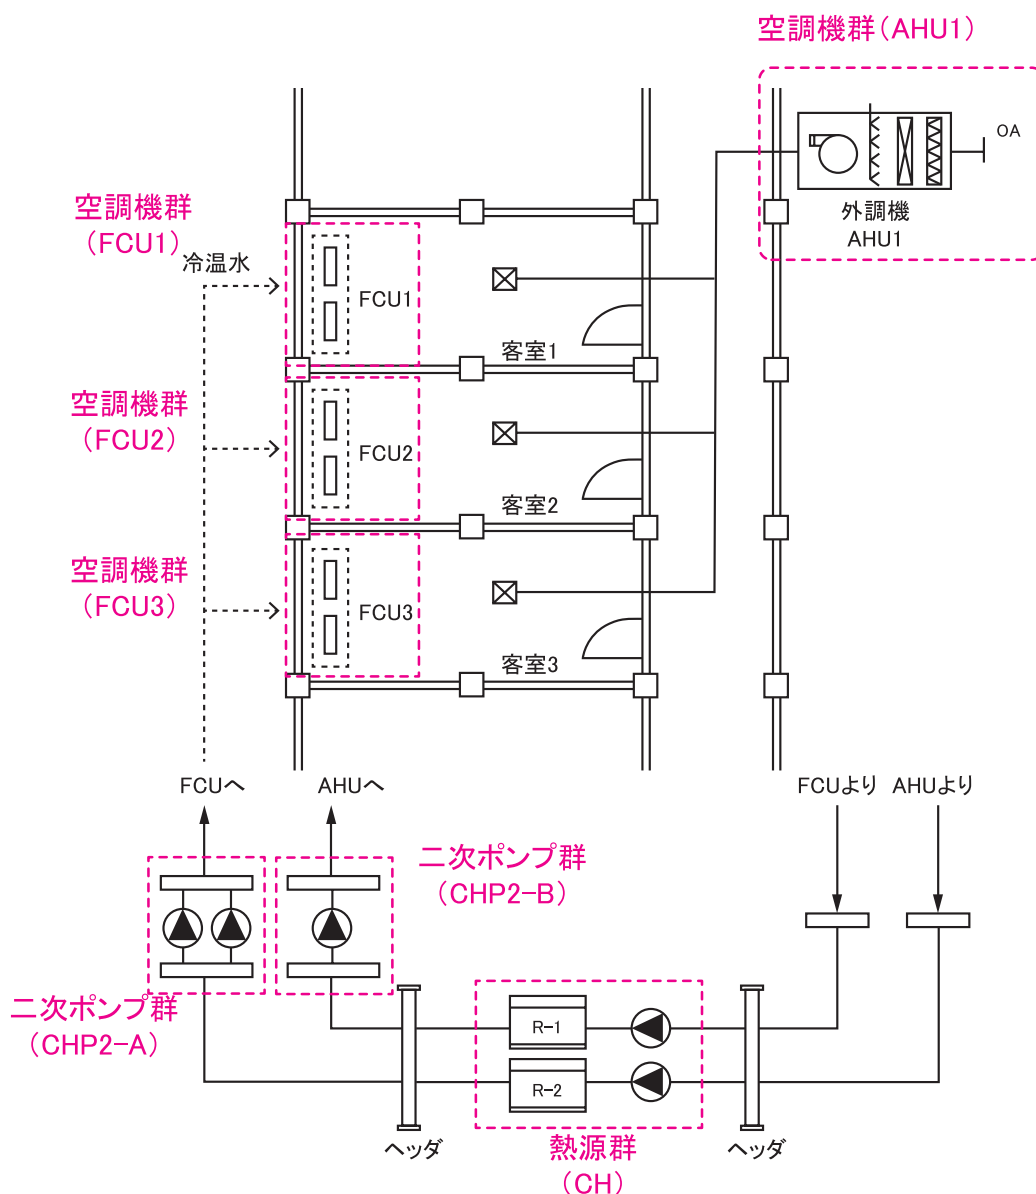

図 2-2-41 空調システム例 (1)
ホテルの客室などのように、ファンコイルユニット (FCU) で各室の室負荷が処理されており、共通の外気処理空調機 (AHU1) から複数の客室に新鮮外気が送風されている場合の入力例を示す。システムの概要を図 2-2-41「空調システム例 (1)」に示す。